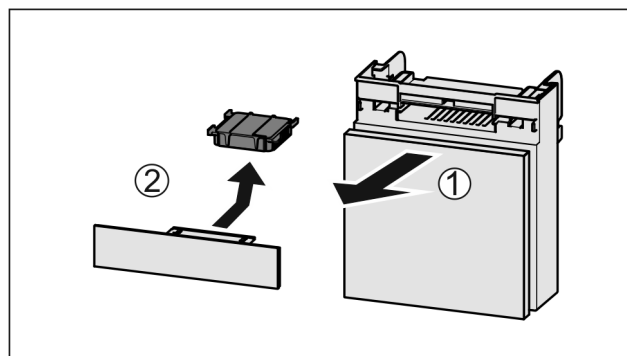

Fig. 147
- Fach nach vorne herausziehen Fig. 147 (1).
- Aktivkohlefilter entnehmen Fig. 147 (2).